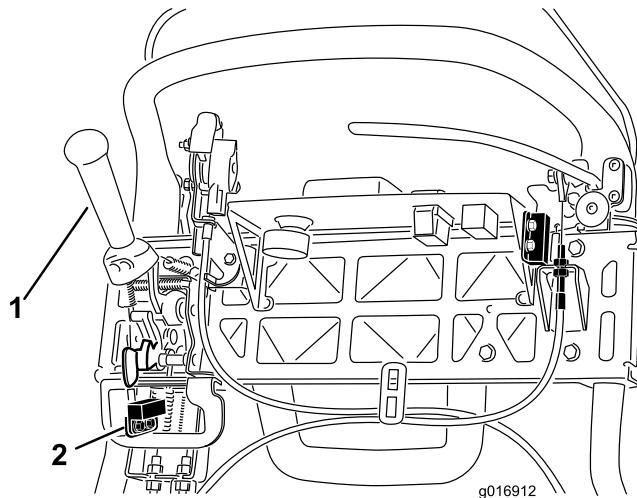

Figura 38
4. Afloje las fijaciones de montaje del interruptor de seguridad (Figura 38).
5. Coloque un suplemento de 1,6 mm (0,062 pulgada) de grosor entre la palanca de tracción y el interruptor de seguridad (Figura 38).